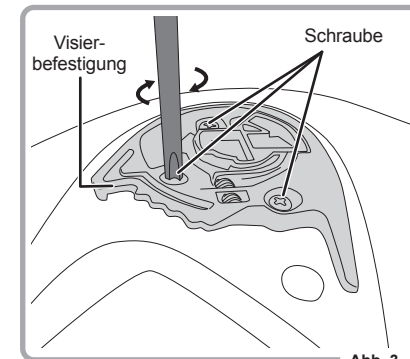

Abb. 3
3. Jede Visierbefestigungsschraube im Uhrzeigersinn sicher festziehen. (Abb. 3)